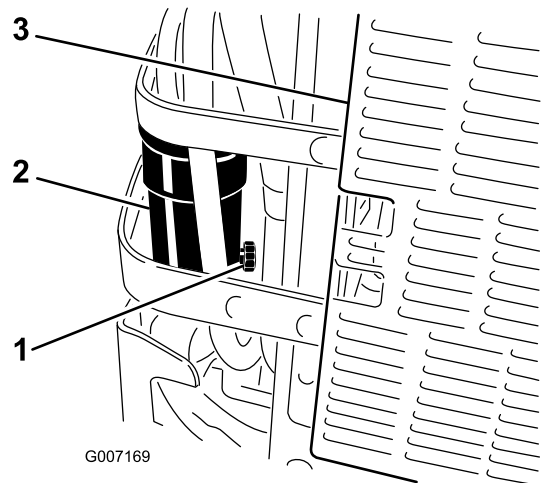

Figura 51
6. Abra a válvula de drenagem no separador de água aproximadamente uma volta para permitir que a água e outros contaminantes drenem (Figura 51).
7. Feche a válvula de drenagem quando sair apenas gasóleo (Figura 51).